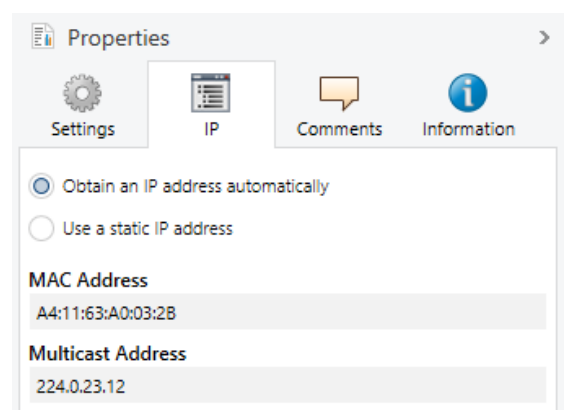

Abbildung 5: Einstellung der IP-Adressdaten des Geräts unter dem Reiter „IP“ in der Sidebar der ETS
3. Wählen Sie den Reiter „IP“ entsprechend Abbildung 5. Wählen Sie nun: